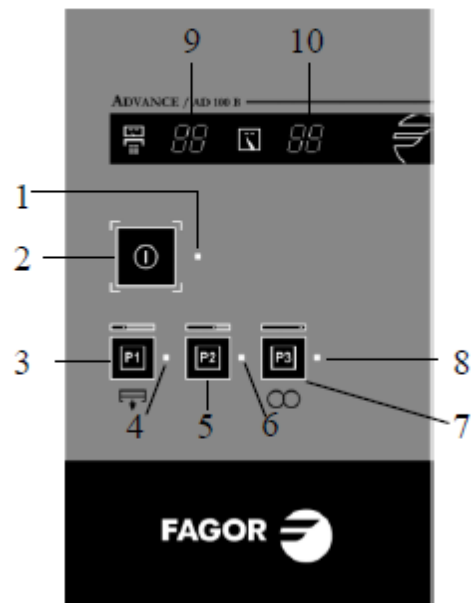
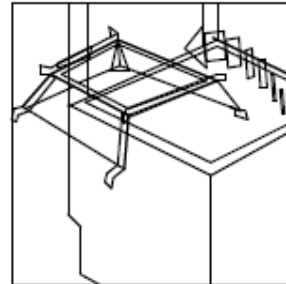
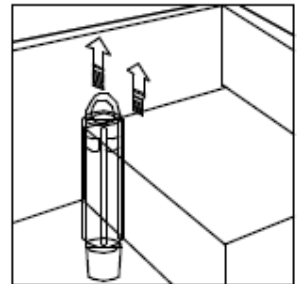

Рис.10
Рис.15
Рис.16
– AD-120 В, AD-120 С имеют автоматический слив воды после каждого цикла. Для полного опустошения бака снимите устройство против перелива воды (рис. 16), нажмите кнопку P1(3) и удерживайте 3 секунды (рис. 10).
- Для общей чистки бака, снимите опору корзины (рис. 15) и устройство против перелива воды (рис. 16). Установите их на прежнее место.